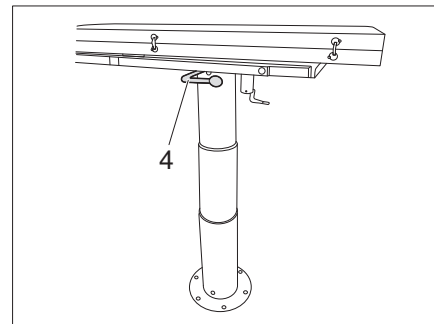

Fig. 116 Table pliante, abaissable
- Desserrer le levier (Fig. 116,4) pour l'abaissement de la table et faire pression sur la table vers le bas.